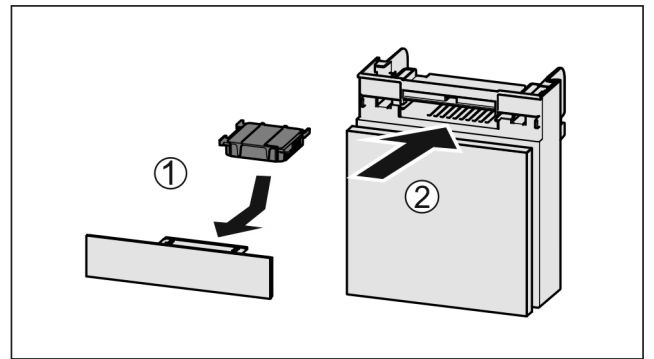

Fig. 113
- ▶ 按图装入 Fig. 113 (1) 活性炭过滤器。
- ▶ 推入 Fig. 113 (2) 抽屉。